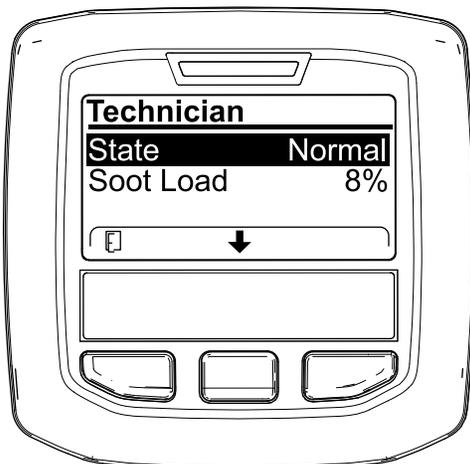

Figura 66
- Servitevi della tabella dell'operatività FAP per comprendere lo stato corrente dell'operatività del FAP (DPF) (Figura 66).